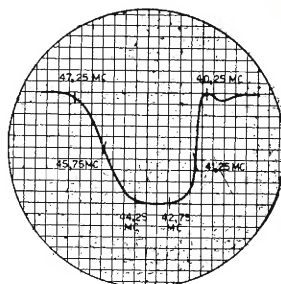

Fig. 10.3.
- F - Controllare che la curva di risposta sia uguale a quella di fig. 10.3; eventualmente ritoccare l'accordo dei vari circuiti fino ad ottenere la curva esatta.